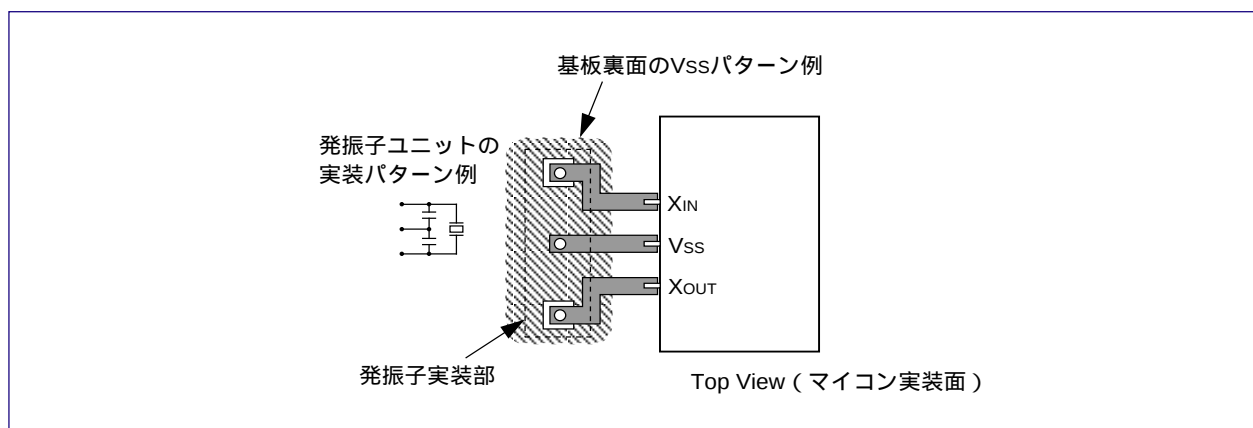

図1.4.3 発振子の裏面のVssパターン
- ・発振用のVssパターンは発振回路専用とし、他のVssパターンと分離してください（図1.4.3参照）。